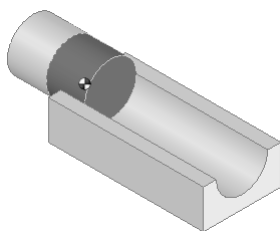

图 3-222 物资动力检查时的装配体
6) 物资检查。拖动图 3-218 所示中的零件 2 向零件 1 移动，在碰撞零件 1 时，零件 1 和零件 2 会以给定的力一起向前运动，如图 3-222 所示。